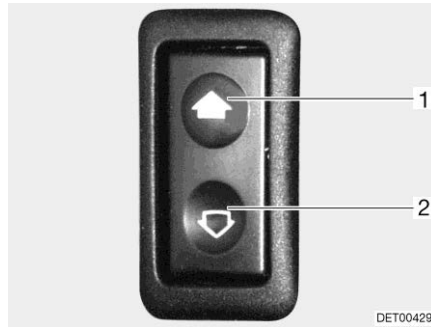

Bild 38 Reglage för elmanövrerad fönsterhiss
- Öppna: ■ Tryck nedtill (Bild 38,2) på kontakten.
- Stänga: ■ Tryck upptill (Bild 38,1) på kontakten.